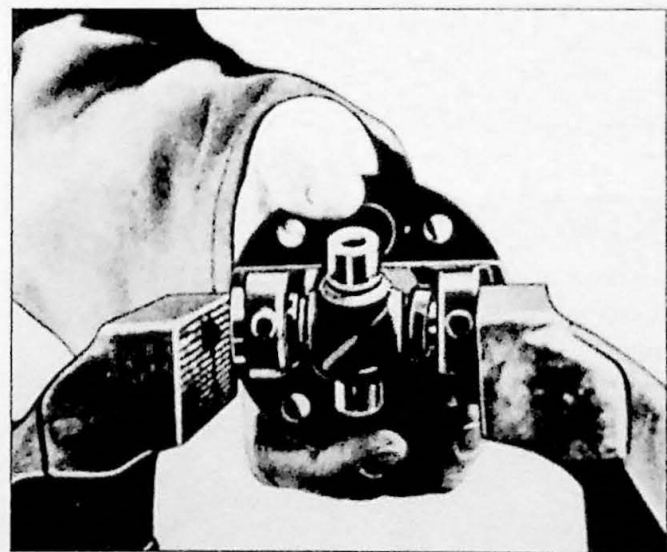

Fig. 8.14. Inpersen van de lagerhouder
3. Breng de kruiskoppeling zover mogelijk in de ene kant van de vork en zet een naaldlager met houder op deze kant van het kruis. Pers hierna met behulp van de bankschroef (Fig. 8.14) het lager in de vork.